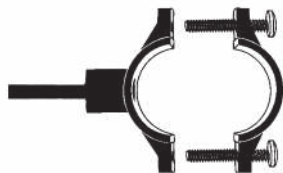

Рис. 14
2. Наклейте уплотнитель на внутреннюю сторону скобы дренажного хомута с подключением. Вставьте черную трубку в скобу хомута (**рис. 14, рис. 4, D**).